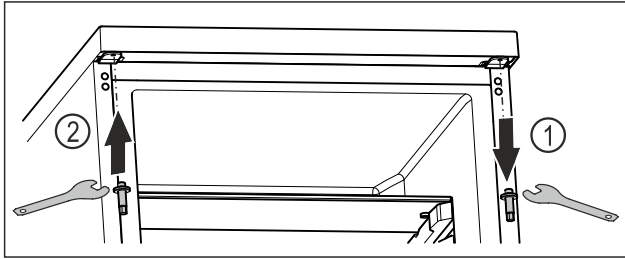

Fig. 20
- Draai de bovenste bout los met een inbussleutel. *Fig. 20 (1)*
- Draai de bout aan de andere kant vast met een inbussleutel. *Fig. 20 (2)*